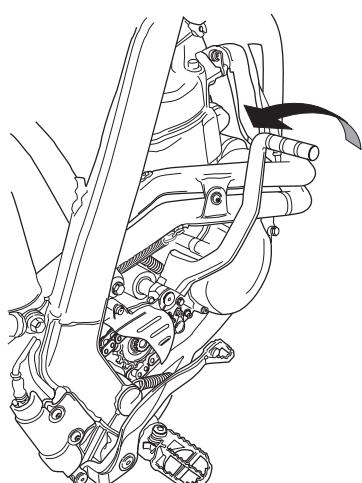

Fig. 10
1. Ricordarsi che un motore a 4 tempi necessita di 2 giri dell'albero motore per un ciclo completo, quindi la pedalata sulla leva della messa in moto (Fig.10) deve sfruttare tutta la corsa della messa in moto stessa. Vi è un decompressore automatico che ritorna in posizione quando la leva della messa in moto ritorna in alto. Quindi ad ogni pedalata lasciare ritornare la leva in posizione di riposo, tutta in alto (si sentirà un clic che avverte che la leva del decompressore è tornata in posizione per una nuova pedalata). Una volta azionata con il piede la leva della messa in moto sfruttare tutta la corsa della messa in moto stessa.
1. Remembering what a an engine at times hesitates of 2 tours of engine tree for a complete cycle, therefore pedaled (Fig. 10) it on lever of mass in motion has to exploit the whole run of mass in same motion. It has you automatic decompressor that it returns in position when lever of mass in motion returns in high. Therefore at any pedaled letting return lever in position of rest, everything in high(will feel it a clik that it warns that lever of the decompressor has returned in position for a new pedaled). One time ago to starting with foot lever of mass in motion exploiting the whole run of mass in same motion.
1. Den Motor ohne Gasgeben mit dem Kickstarter starten. Bei jedem erneuten Startversuch muß sich der Kickstarter in seiner Ausgangsstellung befinden, da sonst die Decompressions-automatik abgeschaltet ist -Abb. 10. Ein automatisches Decompressions Gerät erreicht position wenne der hebel Zur Motorrade Zündung oben ist. Nach Zündung den hebel in ruhestellung (man hört chiek: dass bedenkt dear Decompressions Gerät hebel in aufanslage position ist).
1. Lancez le moteur en actionnant le kick-starter sans gaz du tout. Pour que le décompresseur automatique fonctionne, le levier doit revenir à sa position de repos entre chaque tentative, fig. 10.